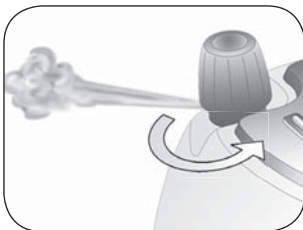

Abb. 8
- 1 Den Schalter (L) zum Ausschalten des Dampferzeugers drücken.
- 3 Den Dampfschalter (D) drücken und den ganzen Dampf entweichen lassen, bis er komplett verbraucht ist.
- 4 Das Bügeleisen mit dem Schalter (O) ausschalten und den Netzstecker ziehen.
- 6 Den Kesselverschluss (B) gegen den Uhrzeigersinn abschrauben. Bevor man ihn komplett abschraubt, warten sie bitte ab, dass das Pfeifen des restlichen Dampfes (Abb. 8) aufhört.
- 1 Den Heizkessel durch Druck auf den Schalter (L) ausschalten.
- 3 DEN DAMPFSCHALTER (D) DRÜCKEN, UM DEN RESTLICHEN DRUCK AUS DEM DAMPFERZEUGER ZU ENTFERNEN.
- 4 Den Schalter (O) drücken, um das Bügeleisen auszuschalten.
- 7 Bitte warten Sie bis ein eventuelles Zischen aufhört, bevor Sie den Kesselsverschluss (B) ganz aufdrehen (Abb. 8).